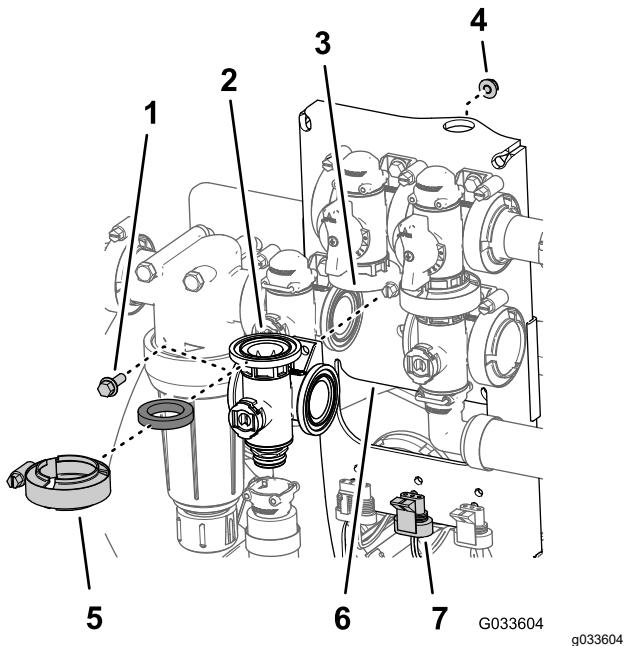

Figure 127
1. Alignez la bride du collecteur de la vanne d'agitation, un joint et la bride de la vanne de dérivation d'agitation (Figure 127).
9. Montez la vanne d'agitation sur le support à l'aide du boulon à embase et du contre-écrou à embase (Figure 127) que vous avez retirés à l'opération 3 de Dépose de la soupape du collecteur d'agitation \(page 83\), et serrez l'écrou et le boulon à un couple de 10 à 12 N·m.